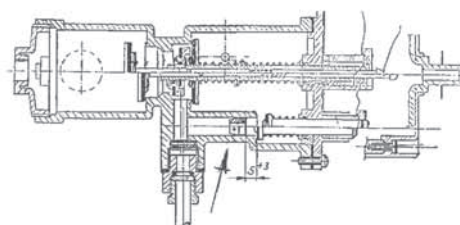

рис.12
5. Установите в соответствии с избранным типом газа диафрагму (рис. 12).